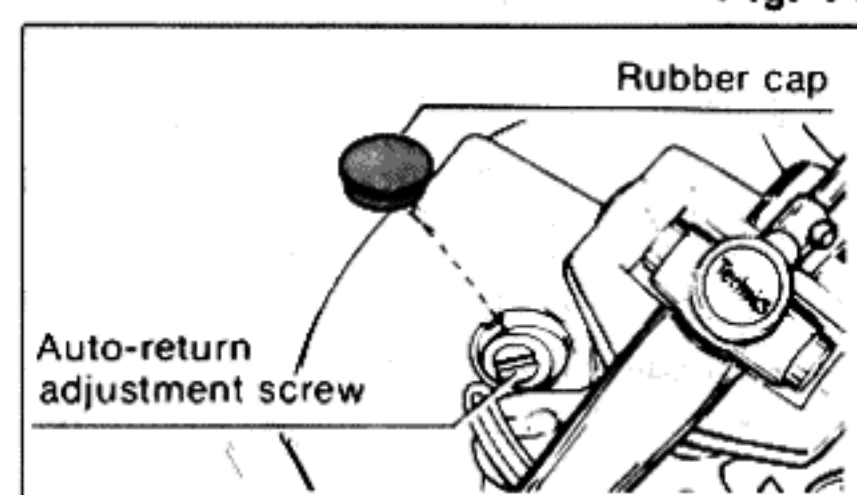

Fig. 15
● Adjustment of automatic return position (Fig. 15)
• Justierung des Abschaltpunktes der Automatik (Abb. 15)
• Mise au point de la position de retour automatique (Fig. 15)
● **Ajuste de la posición para retorno automático (Fig. 15)**